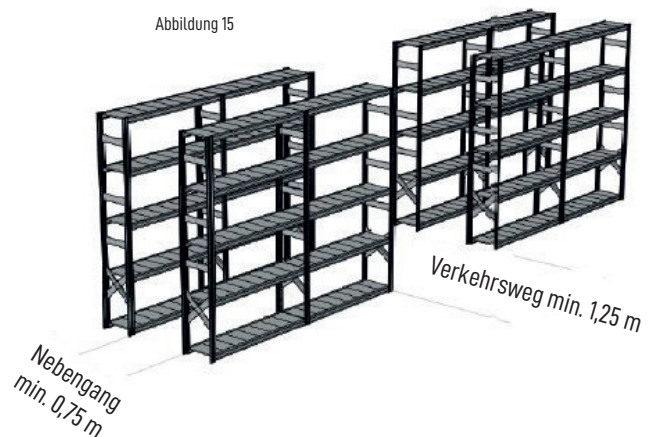

Abbildung 15
a) Bei der Aufstellung der Regale sind die Mindestgangbreiten zu beachten. Verkehrswege mindestens 1,25 m, Nebengänge mindestens 0,75 m (Abb. 15).